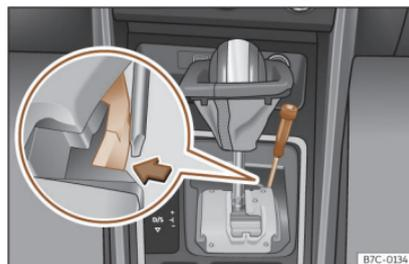

Fig. 140 Leva selettoria: sblocco di emergenza dalla posizione di parcheggio.
- Con l'aiuto della parte piatta di un cacciavite, premere lateralmente la linguetta gialla e tenerla premuta» **fig. 140** .